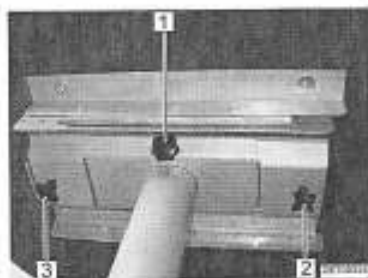

Fig. 69 Table fixe (vue de dessous)
- Dévisser les vis de fixation (Fig. 69,2 et 3).
- Dévisser la vis de fixation (Fig. 69,1).
- Desserrer les vis moletées (Fig. 69,2 et 3).